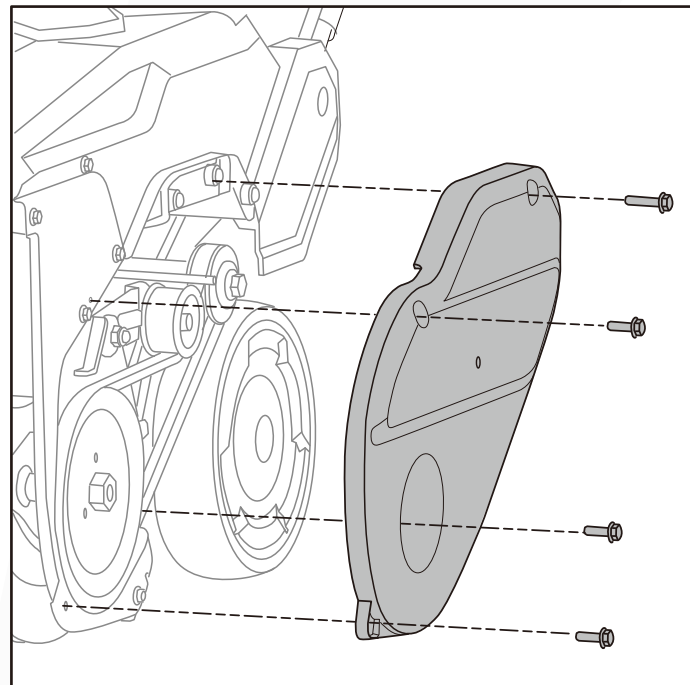

Fig.16A
4. Separe la cubierta de la correa retirando los cuatro tornillos que la fijan al bastidor. (Fig.16A)